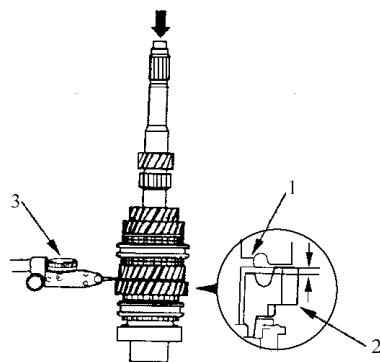

图 4-67 测量定距环套和
6) 如图 4-67 所示，用百分表测量定距环套和 5 档齿轮之间的间隙。如果间隙超过维修极限，则转到第 7) 步。标准值：0.06 ~ 0.19mm；维修极限：